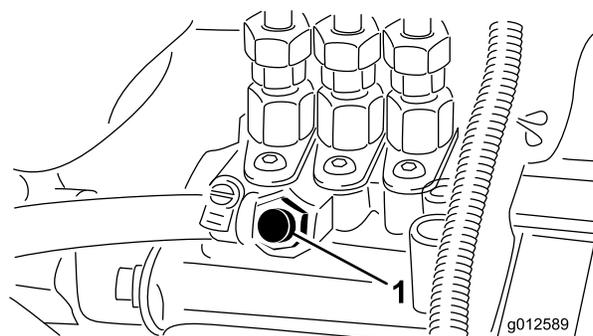

Figura 31
5. Aprite la vite di spurgo dell'aria, situata sulla pompa di iniezione del carburante (Figura 31).